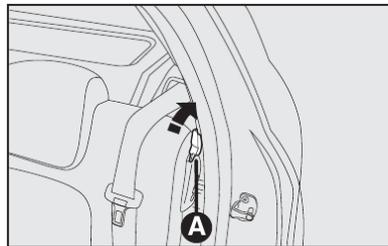

fig. 108
Para isso, destravar a alavanca da direita ou da esquerda **A-fig. 108** e rebater para a frente o encosto até obter uma única superfície de carga.
4) Desencaixar o encosto, movendo as alavancas laterais **A-fig. 108** no sentido da seta.